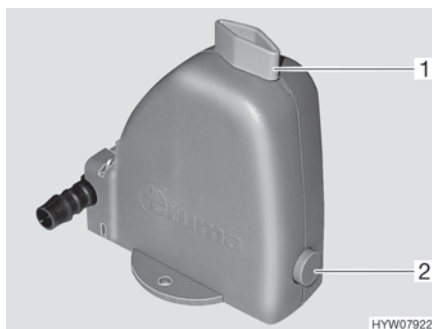

Fig. 123 Valve de sécurité et de vidange
Le chauffage est équipé d'une valve de sécurité et de vidange (Fig. 123). La valve de sécurité et de vidange évite que l'eau destinée à la préparation d'eau chaude ne gèle lorsqu'en cas de gèle, le chauffage n'est pas en marche.
- Fermer la valve de sécurité et de vidange. Tourner pour cela le bouton rotatif (Fig. 123,1) dans le sens transversal par rapport à la valve de sécurité et de vidange et enfoncer le bouton-poussoir (Fig. 123,2).
- Ouvrir la valve de sécurité et de vidange. Tourner le bouton rotatif (Fig. 123,1) dans le sens longitudinal par rapport à la valve de sécurité et de vidange. Le bouton-poussoir (Fig. 123,2) ressort. Le récipient d'eau sanitaire est vidé via la valve de sécurité et de vidange.